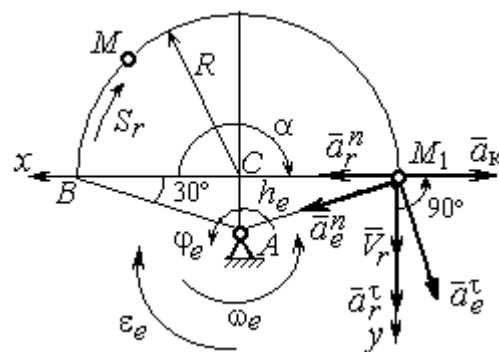

Рис. 3.8. Расчетная схема для определения абсолютного ускорения точки
ускорения $\vec{a}_r^n$ направлен по радиусу диска к центру C (см. рис. 3.8).
Вектор $\vec{a}_e^\tau$ переносного касательного ускорения точки в её положении M_1 перпендикулярен линии AM_1 и направлен противоположно вектору переносной скорости $\vec{V}_e$ (см. рис. 3.8). Модуль переносного касательного ускорения: $a_e^\tau = a_e^\tau = \varepsilon_e h_e = 24\sqrt{3} = 41,6 \text{ см/с}^2$.
$a_e^n = \omega_e^2 h_e$ и в момент времени $t_1 = 1$ с $a_e^n(1) = \omega_e^2(1) h_e = 6\sqrt{3} = 10,4$ см/с². Вектор переносного нормального ускорения $\vec{a}_e^n$ направлен по линии AM_1 к оси вращения (см. рис. 3.8).
Так как вектор относительной скорости точки $\vec{V}_r \perp \vec{\omega}_e$, то по правилу Жуковского для определения направления ускорения Кориолиса достаточно повернуть вектор относительной скорости точки $\vec{V}_r$ на 90° в сторону переносного движения вокруг оси, параллельной оси вращения и проходящей через точку M_1 (см. рис. 3.8). Для определения абсолютного ускорения спроецируем на прямоугольные оси xM_1y (см. рис. 3.8) векторное равенство $\vec{a} = \vec{a}_r^\tau + \vec{a}_r^n + \vec{a}_e^\tau + \vec{a}_e^n + \vec{a}_k$. Получим: $a_y = a_e^\tau \cos 30^\circ + a_e^n \cos 60^\circ + a_r^\tau = 97,9$ см/с², $a_x = -a_e^\tau \cos 60^\circ + a_e^n \cos 30^\circ + a_r^n - a_k = 228,4$ см/с². Модуль абсолютного ускоре-